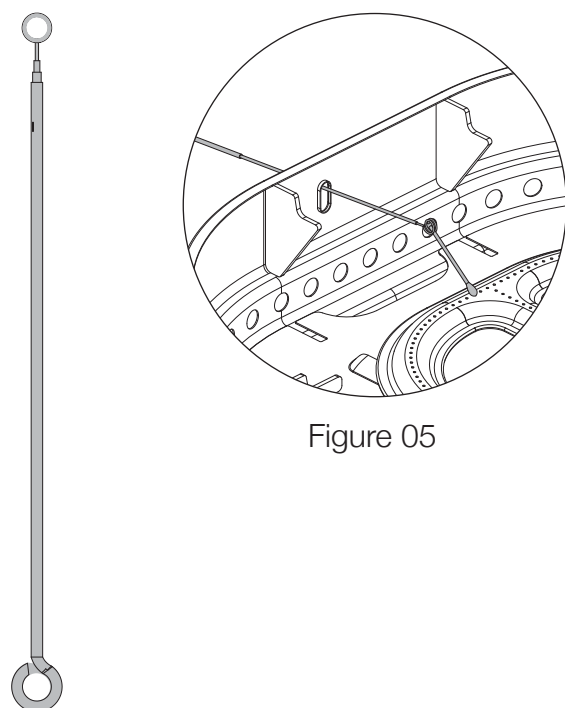

Figure 05
3. Introduisez rapidement l'allumette enflammée à travers l'ouverture jusqu'au tube du brûleur. Le tube doit s'allumer. (Voir Figure 05).